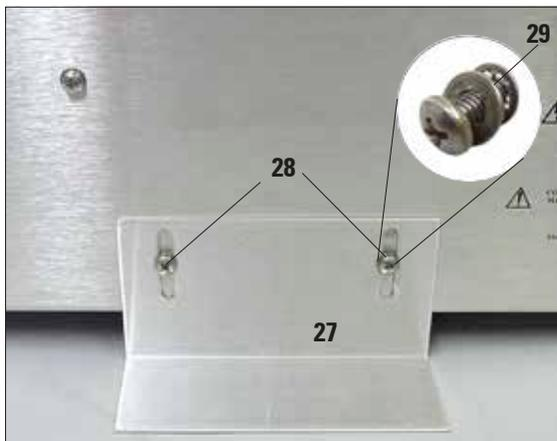

Fig. 20
- Para isso, solte primeiro os dois parafusos Phillips (28) usando uma chave de fenda. Reserve-os juntamente com as respectivas arruelas (29)
- Coloque o suporte a traseira do aparelho (Fig. 20), reinsira, mas não aperte totalmente os dois parafusos.